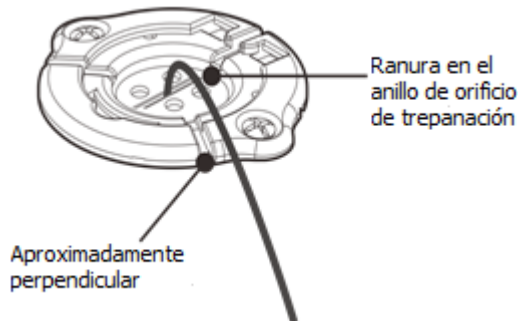

Figura 11. Presionando suavemente el electrodo
(8) Presione suavemente el electrodo en una de las ranuras precortadas en el anillo del orificio de rebabas. (Figura 11)